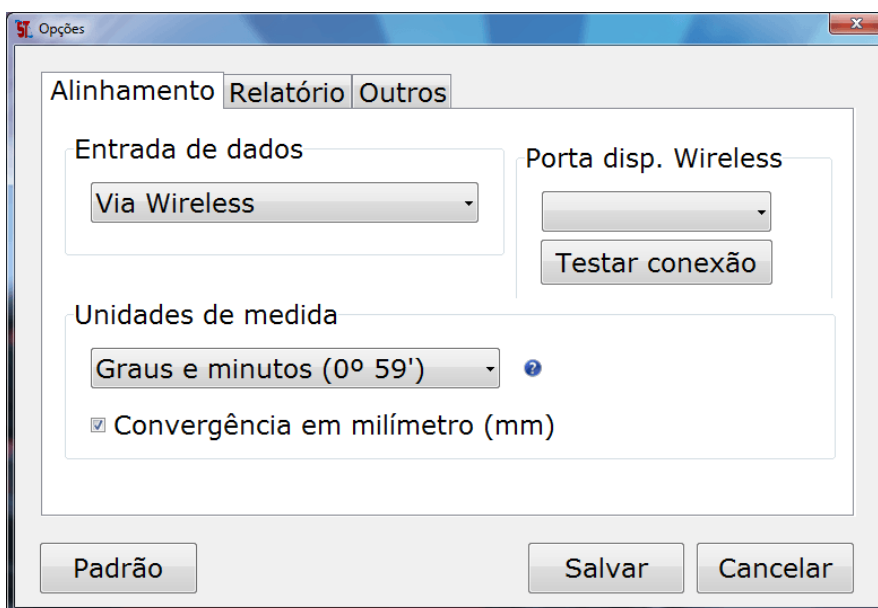

Figura 2 - Opções
- Na tela de opções selecione em Entrada de dados a opção “Via WiFi/Wireless” Figura 2. Ao selecionar “Via WiFi/Wireless” pela primeira vez, será iniciada a instalação do driver.